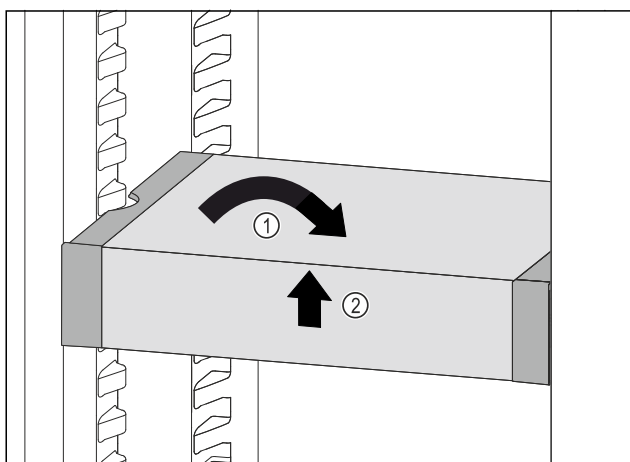

Fig. 38
- Изправете VarioSafe. Fig. 38 (1)
- Повдигнете VarioSafe отпред. Fig. 38 (2)